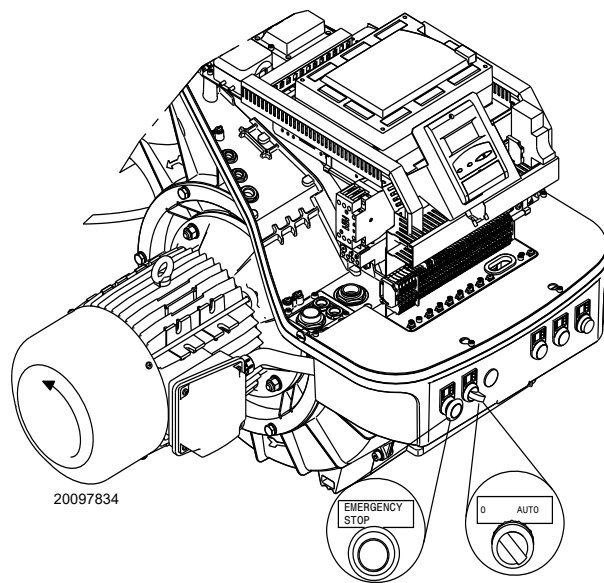

Fig. 28
Colocar el interruptor Fig. 28 en la posición "AUTO".
Cuando se pone en marcha el quemador, comprobar la dirección de la rotación del motor como se indica en (Fig. 28).
- colocar el interruptor de Fig. 28 en la posición "0" y esperar a que el control de llama ejecute la fase de apagado;